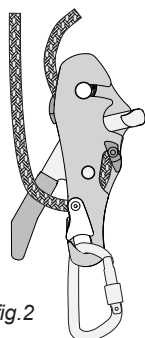

fig.2
- Para la configuración de fricción normal, reduzca el sobrante de la cuerda o comba, luego rodee la bobina con la cuerda y después inserte la cuerda por el canal entre la placa delantera y el bolardo de la palanca (fig. 2).